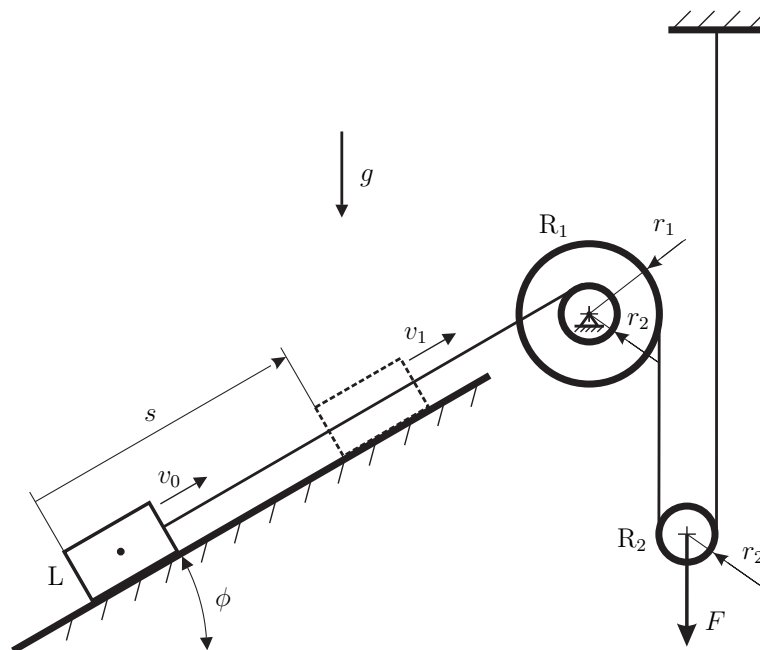

Abbildung 1: Schiefe Ebene mit Seilzug.
1. Gegeben ist das in Abbildung 1 dargestellte mechanische System. Eine Last L (Masse m_L) wird auf einer schiefen Ebene (Winkel ϕ) mithilfe eines Seiles nach oben gezogen. Zwischen der Last und der schiefen Ebene tritt trockene Gleitreibung mit dem Gleitreibungskoeffizienten μ_C auf. An der frei beweglichen Rolle R_2 (Masse m_2 , Trägheitsmoment θ_2 , Radius r_2) wirkt die externe vertikale Kraft F . Zwischen der Last L und der Rolle R_2 befindet sich die drehbar und reibungsfrei gelagerte Seiltrommel R_1 (Position fest, Masse m_1 , Trägheitsmoment θ_1 , Radius der äußeren Seiltrommel r_1 , Radius der inneren Seiltrommel r_2). Zum Zeitpunkt t_0 besitzt die Last L die Geschwindigkeit v_0 (bergauf). Über die Kraft F soll die Last L innerhalb der Wegstrecke s auf die Geschwindigkeit v_1 beschleunigt werden. Die Radien r_1 sowie r_2 der Seiltrommel R_1 können als konstant und die Seile als masselos angenommen werden. Betrachten Sie die folgenden Größen als gegeben: $s, v_0, v_1, m_L, m_1, m_2, \theta_1, \theta_2, r_1, r_2, \phi, \mu_C$. 10 P.